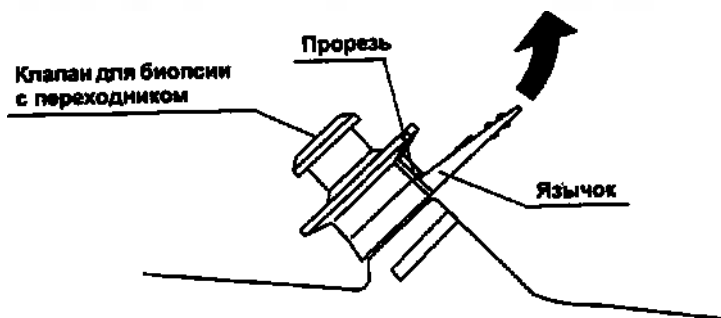

Рис. 15.
1. По окончании процедуры возьмитесь за язычок одноразового клапана для биопсии с переходником и потяните его, как показано ниже на Рис. 15., чтобы снять его, сломив по прорези.